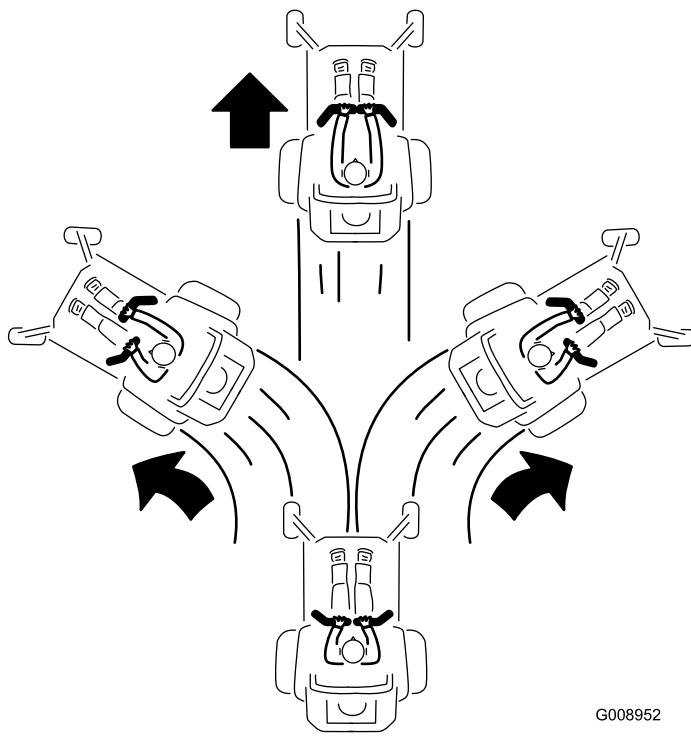

Figure 22
3. Pour vous déplacer en marche avant, poussez doucement les leviers de commande de déplacement vers l'avant (Figure 22).